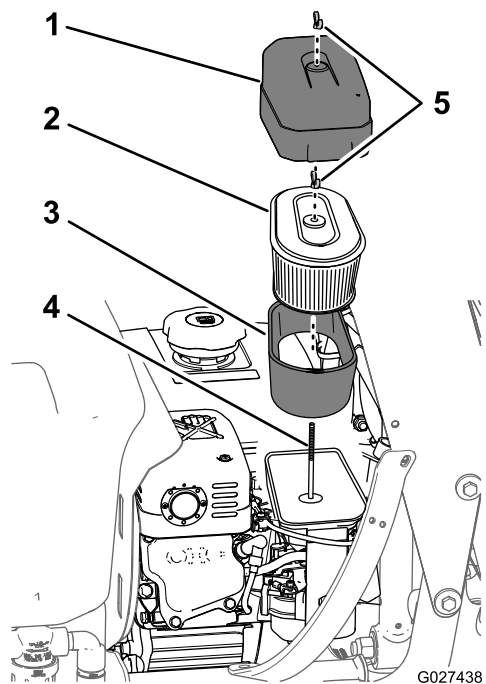

Figura 58
2. Limpie alrededor del limpiador de aire de forma que la suciedad no penetre en el motor y cause daños (Figura 58).
3. Gire la tuerca de orejeta que sujeta la tapa del limpiador de aire en sentido antihorario, y retire la tapa del limpiador de aire (Figura 58).
y retire los elementos de la varilla de sujeción del carburador (Figura 58).
5. Retire cuidadosamente el elemento de gomaespuma del elemento de papel (Figura 58).
1. Inspeccione el elemento por si estuviera roto, tuviera una película aceitosa o estuviera dañado (Figura 58).
1. Deslice cuidadosamente el elemento de gomaespuma sobre el elemento de papel del filtro (Figura 58).
2. Alinee el taladro de la placa superior del elemento de papel del filtro con la varilla de sujeción del carburador (Figura 58).
3. Sujete los elementos del filtro al carburador con la tuerca de orejeta (Figura 58) que retiró en el paso 4 de Cómo retirar los elementos de gomaespuma y papel \(página 53\).
4. Alinee el taladro de la tapa del limpiador de aire con la varilla de sujeción (Figura 58), y sujete la tapa a la varilla con la tuerca de orejeta que retiró en el paso 3 de Cómo retirar los elementos de gomaespuma y papel \(página 53\).